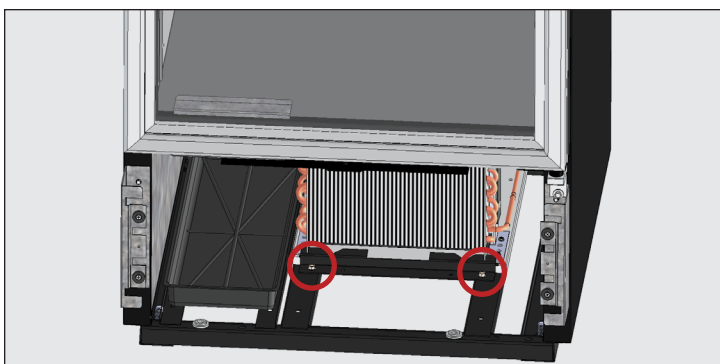

Figure 5. Déposez les vis du socle du condenseur.
5. Déposez les vis du socle du condenseur. Voir fig. 5.